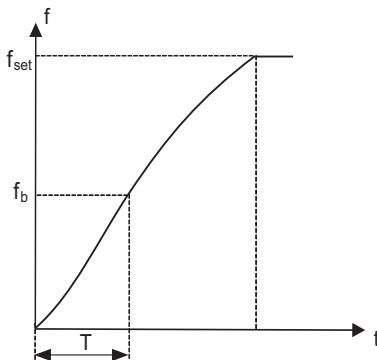

图5-23 S曲线加减速B示意图
- 2: S曲线加减速B——在此加减速曲线中，电机额定频率 f_b 总是S曲线的拐点。如图5-23所示。一般用于在额定频率以上的高速区域，需要短时加减速的场合。当设定频率在额定频率以上时，加减速时间为：
功能码F4-08和F4-09分别定义了S曲线加减速A起始段和结束段的时间比例，且两者满足：F4-08+F4-09≤100.0%。图5-23中t1即为参数F4-08定义的参数，在此段时间内输出频率变化的斜率逐渐增大。t2即为参数F4-09定义的时间，在此时间段内输出频率变化的斜率逐渐变化到0。在t1和t2之间的时间内，输出频率变化的斜率是固定的。